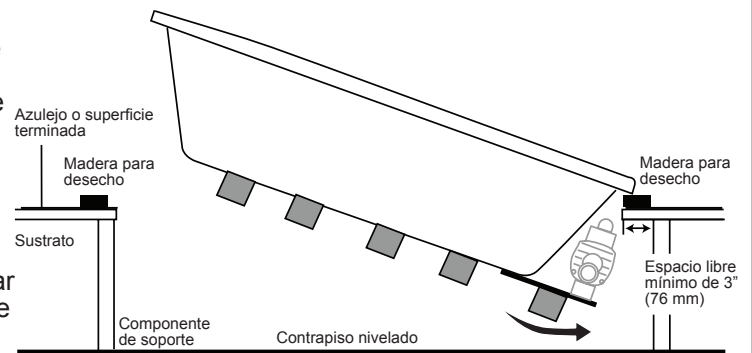

Figura 9
- 7 Coloque trozos de madera para desecho en cada una de las terminaciones del recorte; esto se utilizará como un soporte temporario antes de bajar la bañera completamente en la abertura (Figura 9).